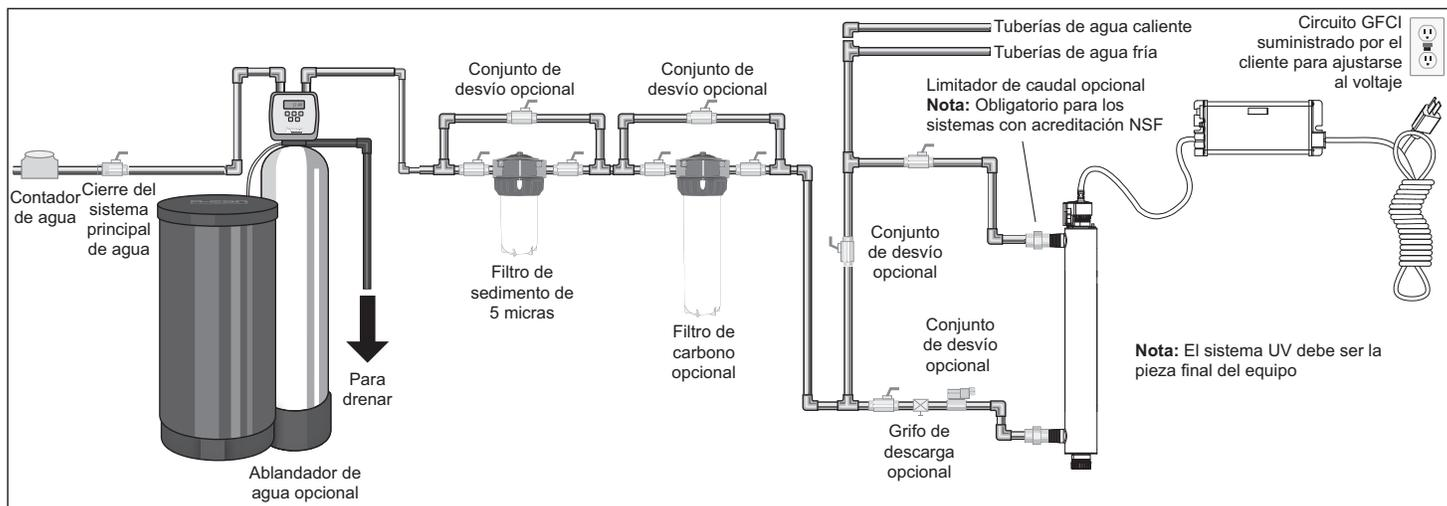

Figura 3 Sistema UV
1. En la **Figura 3** se muestra la instalación de un sistema de UV típico y los componentes relacionados que se pueden usar para la instalación. Se recomienda el uso de un conjunto de desvío en el caso de que el sistema requiera mantenimiento "fuera de línea". En dicho caso, tenga en cuenta que el sistema requiere una desinfectante adicional para el sistema de distribución si se usa agua durante la condición de desvío. Además, durante el desvío, el agua NO se tratado y se deberá colocar físicamente la etiqueta "NO CONSUMIR EL AGUA" en el conjunto de desvío hasta que el sistema se haya saneado y puesto en servicio nuevamente. Para obtener más información, consulte **Sección 3.2**. Si el agua se va a consumir mientras el sistema está fuera de línea, se deberá hervir durante dos minutos antes del consumo.